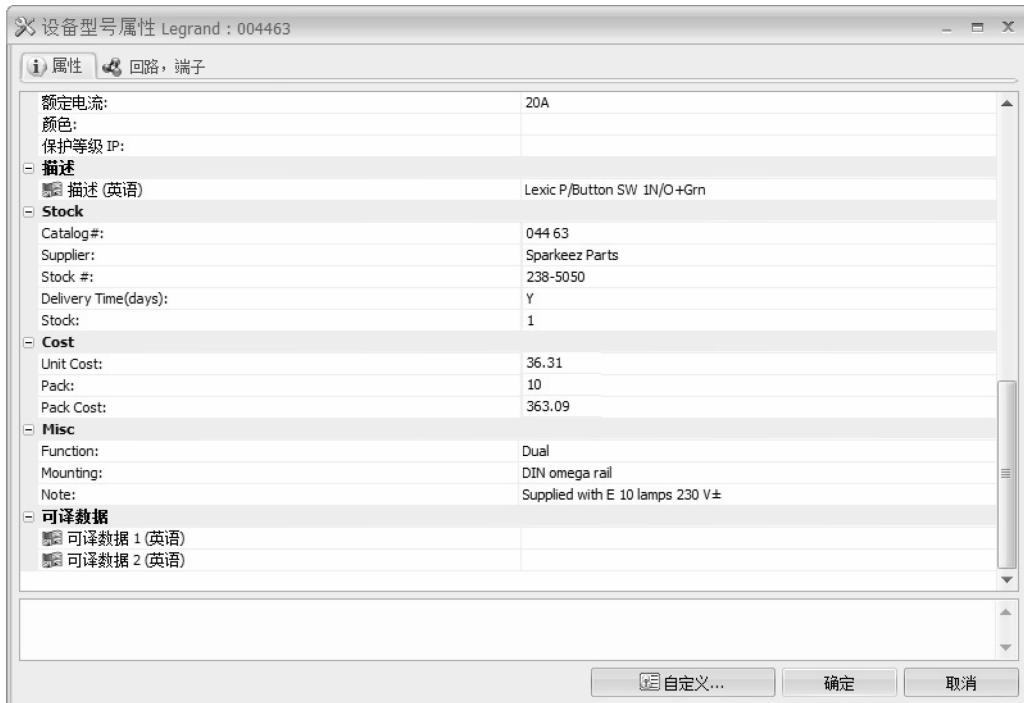

图 6-25 查看更新
**步骤 15 ERP 到工程设备** 双击常开按钮 + L1 + L2 - S1，进入设备属性。单击【设备型号与回路】，选择 Legrand 004463 并单击【编辑】，查看更新，如图 6-25 所示。单击【确定】，返回到图纸中。